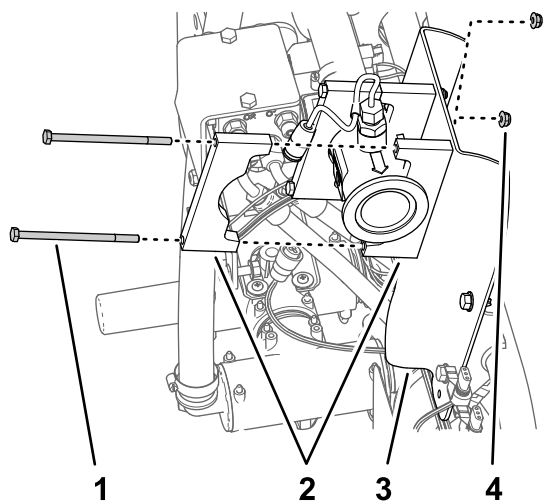

Figure 75
3. Placez les 2 moitiés d'un collier de support entre le débitmètre et son support, puis alignez les trous des moitiés de collier et les trous du support (Figure 75).
4. Alignez une moitié de collier de support à l'arrière du débitmètre et 1 des moitiés de collier que vous avez assemblées à l'opération 3 (Figure 75).
5. Fixez les deux moitiés de collier sur le support de débitmètre (Figure 75) à l'aide de 2 boulons (1/4" x 4 1/2") et 2 contre-écrous à embase (1/4").